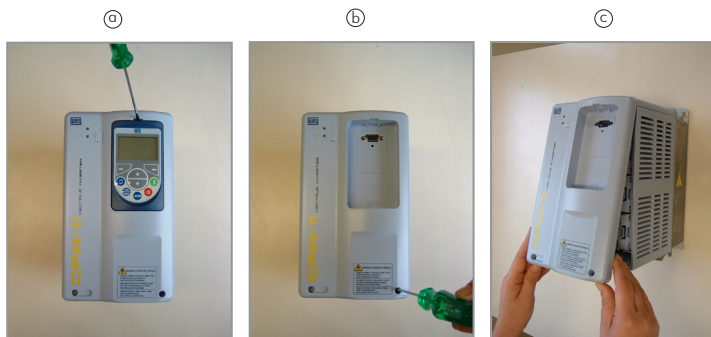

Figura 2: Remoción de la tapa frontal
Paso 1: Con el convertidor sin corriente, retire la tapa frontal del CFW11 (figura 2);